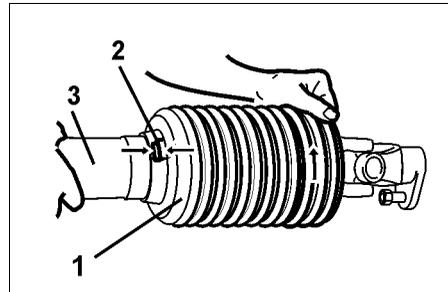

Fig. 21
- Girare l'imbuto (Fig. 21/1) per l'assemblaggio (Fig. 21./2) fino alla posizione di regolazione.
- Tirare indietro il cono di protezione (Fig. 21/3)